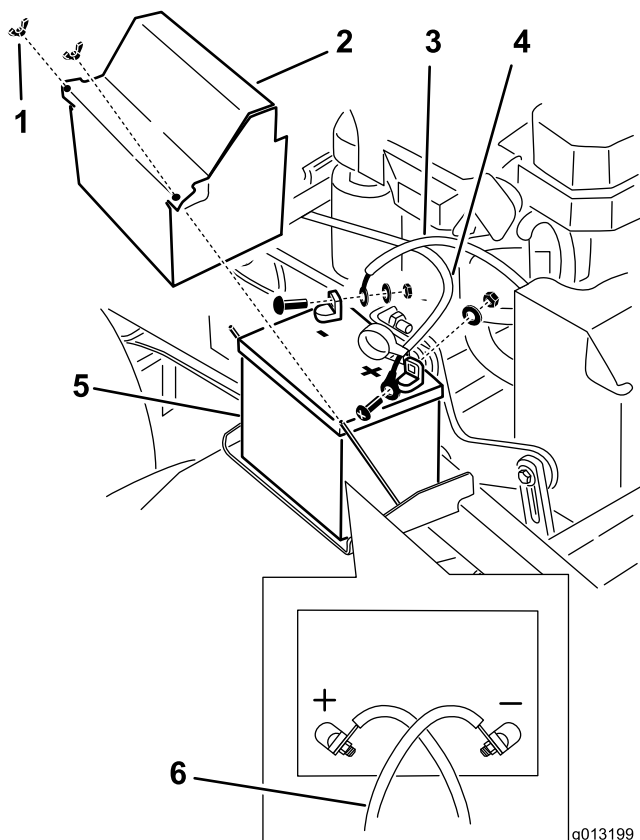

Figura 52
3. Desconecte el cable negativo del borne negativo (-) de la batería (Figura 52).
4. Retire la cubierta de goma roja del borne positivo (rojo) de la batería. Luego retire el cable positivo (rojo) de la batería (Figura 52).
5. Retire la pletina de sujeción de la batería (Figura 52), y retire ésta.
1. Coloque la batería en la máquina (Figura 52).
y un perno (Figura 52). Deslice la cubierta de goma sobre el borne.
4. Luego conecte el cable negativo y el cable de tierra al borne negativo (–) de la batería con una tuerca, una arandela y un perno (Figura 52).
Nota: Los cables de la batería se cruzan cuando están correctamente instalados (Figura 52).